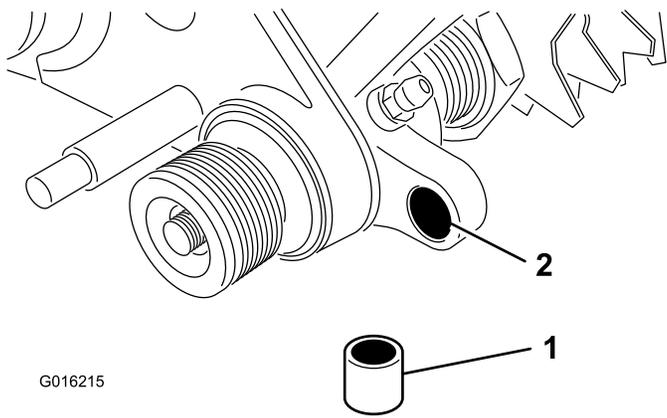

Figura 11
26. Introduzca un casquillo en el orificio del conjunto de transmisión del groomer (Figura 11).